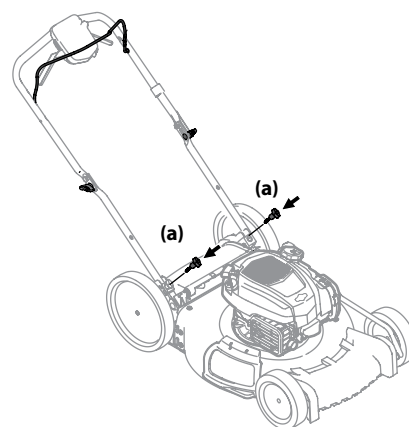

Figure 2-3
6. Vissez le guidon au châssis avec les boulons (a) retirés à l'étape 2. (Figure 2-3).